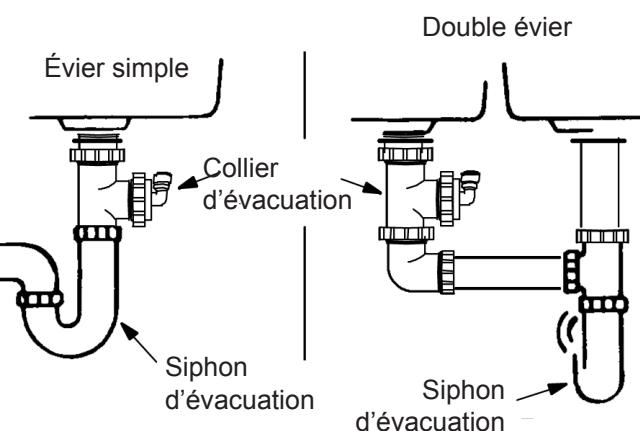

FIG. 6
- **Installer le collier d'évacuation fourni avec votre appareil** (cf Fig. 6 & 7). Celui-ci est à installer dans le cas d'une installation sous évier. Le collier d'évacuation est installé sur le tuyau d'évacuation du robinet au-dessus du siphon. Cf Fig. 6.
Un collier d'évacuation est fourni dans le carton. Analysez les différents éléments du collier d'évacuation illustrés dans la Fig. 7. Le collier d'évacuation est toujours installé sur le tuyau d'évacuation, au-dessus ou en amont du siphon. Cf Fig. 6. Assurez-vous de respecter les exigences locales en matière de plomberie.